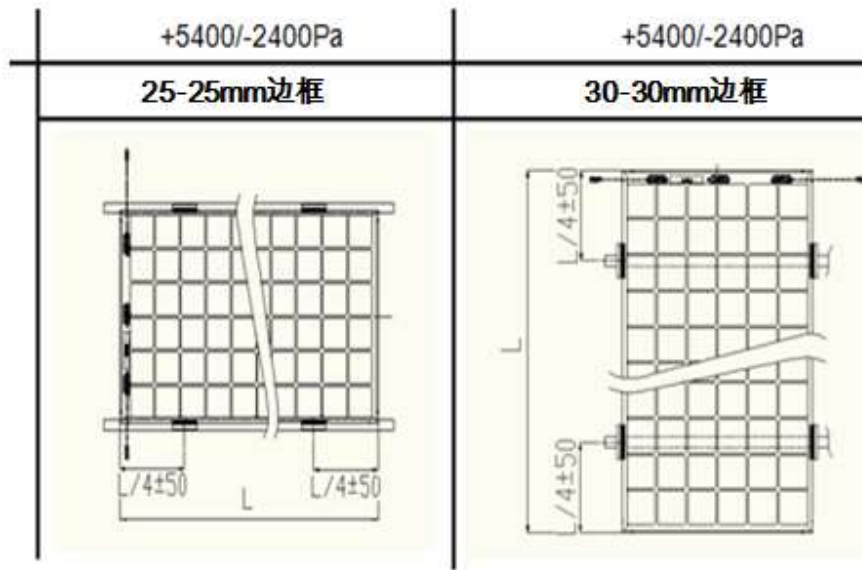

图8 安装位置及对应载荷关系
D. 本安装说明只针对 25 和 30mm 边框双面双玻组件。具体安装方式请参照图 8、9、10。